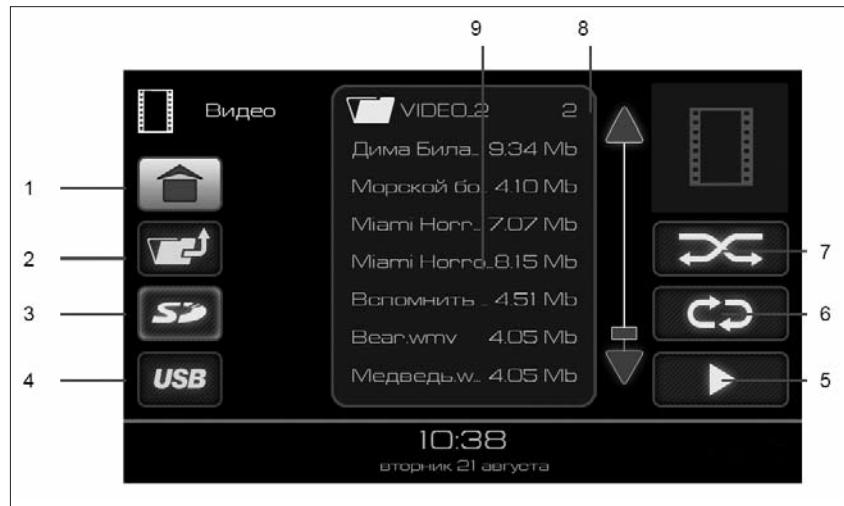
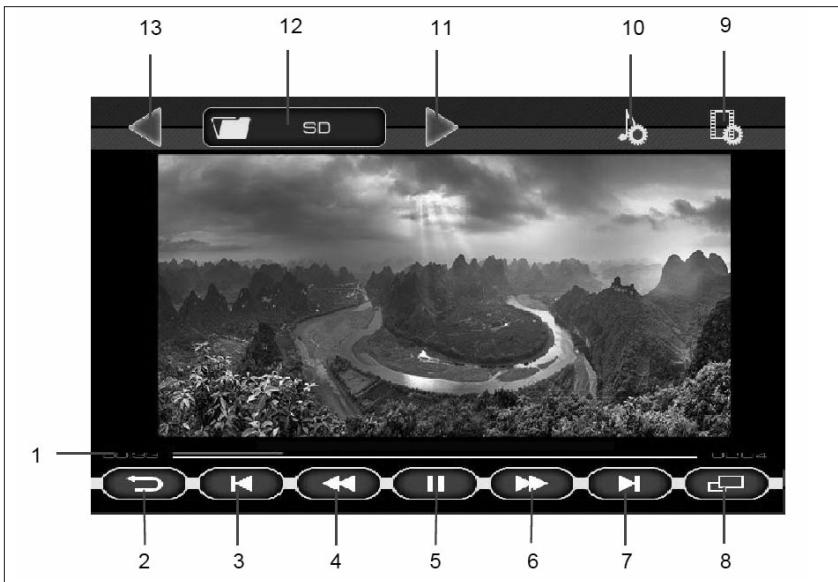

Рис. 6. Окно режима «ВИДЕО»
Рис. 7. Окно проигрывания видеофайлов
Доступные для воспроизведения видеофайлы и папки отображаются в списке (9), рис. 7. Двойное нажатие на изображение папки (9) отобразит список видеофайлов в этой папке. Для выхода из папки нужно нажать кнопку 2 (рис. 6).
режима повторного воспроизведения выбранного файла (кнопка 6, рис. 6);
– либо нажатие на кнопку воспроизведения файлов (кнопка 6, рис. 6) позволяет воспроизвести все видеофайлы, находящиеся в списке (9) на рис. 6;
– либо выбор папки одиночным нажатием на изображение папки (9) в списке (9) рис. 6, а затем нажатие кнопки воспроизведения файлов (кнопка 5, рис. 6) позволяет воспроизвести все видеофайлы, находящиеся в выбранной папке и ее подпапках.
Для включения полноэкранного режима воспроизведения нажать кнопку **8** (рис. 7) или на изображение.
Если при воспроизведении видеофайла нажать на кнопку **II (5)** (рис. 7), а затем нажать на кнопку возврата (кнопка **2**, рис. 7), то произойдет переход в главное меню и в кнопке «**Видео**» (рис. 2) появляется индикатор паузы. Этот режим позволяет вернуться к воспроизведению видеофайла с того места, где была поставлена пауза.